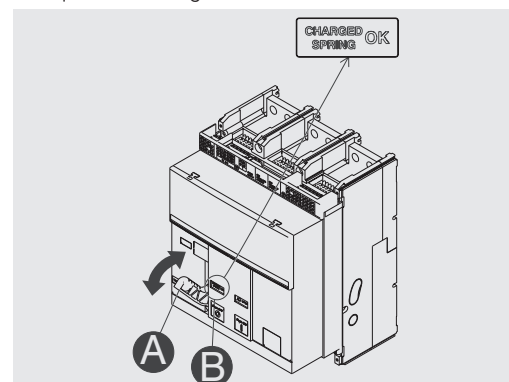

Figure 39
2. Bandage des ressorts - Tirer le levier [A] vers le bas plusieurs fois tant l'indicateur de ressorts bandés [B] devient "jaune - CHARGED SPRING" comme indiqué dans la Figure 39.